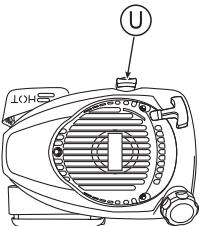

Fig. 6
1. Remova a tampa do depósito de óleo (U), puxe o indicador e volte a inseri-lo sem rosquear. (Veja a fig. 6)
2. Remova a tampa do depósito de óleo (U) e verifique se o nível está entre os limites inferior e superior do indicador.
4. Feche firmemente a tampa do depósito de óleo (U) depois da verificação.